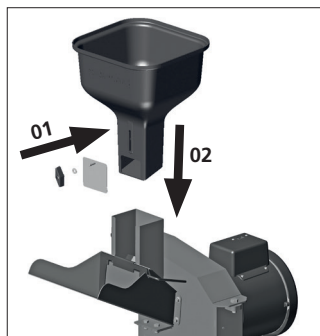

Fig. 03
Arma la tapa del embudo (1) utilizando la arandela lisa y la manija de 2 puntas M6. Encaje el embudo de granos en el embudo de productos verdes [Fig. 03].